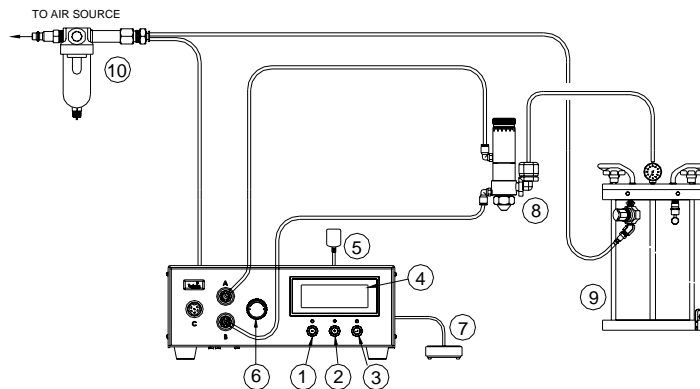

Figura 4.0
5.2.1 Conexión de la unidad: (Consulte la Figura 4.0)
- Presione el botón de encendido (1) para encender la unidad.
- Presione el botón de modo (2) y de configuración (3) simultáneamente hasta que aparezca el texto "SPRAY" (Pulverizador) en la esquina superior derecha de la pantalla.